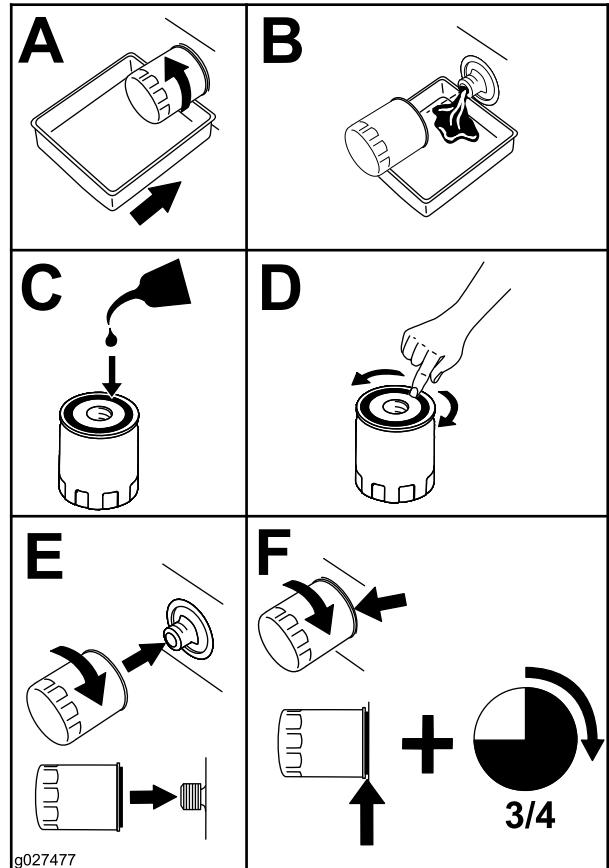

Figura 39
- Sustituya el filtro de aceite del motor (Figura 39).